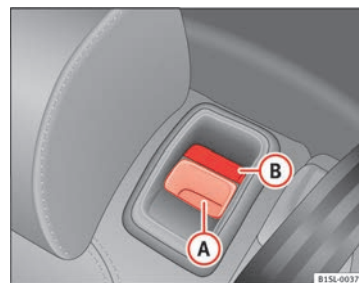

Fig. 67 Banco traseiro: botão de desbloqueio (A); marca vermelha (B).
- Puxe o botão de desbloqueio ⇒ Fig. 67 (A) para a frente e rebata ao mesmo tempo o encosto do banco traseiro.
- O encosto do banco traseiro encontra-se desencaixado quando se vê a marca vermelha do botão (B).